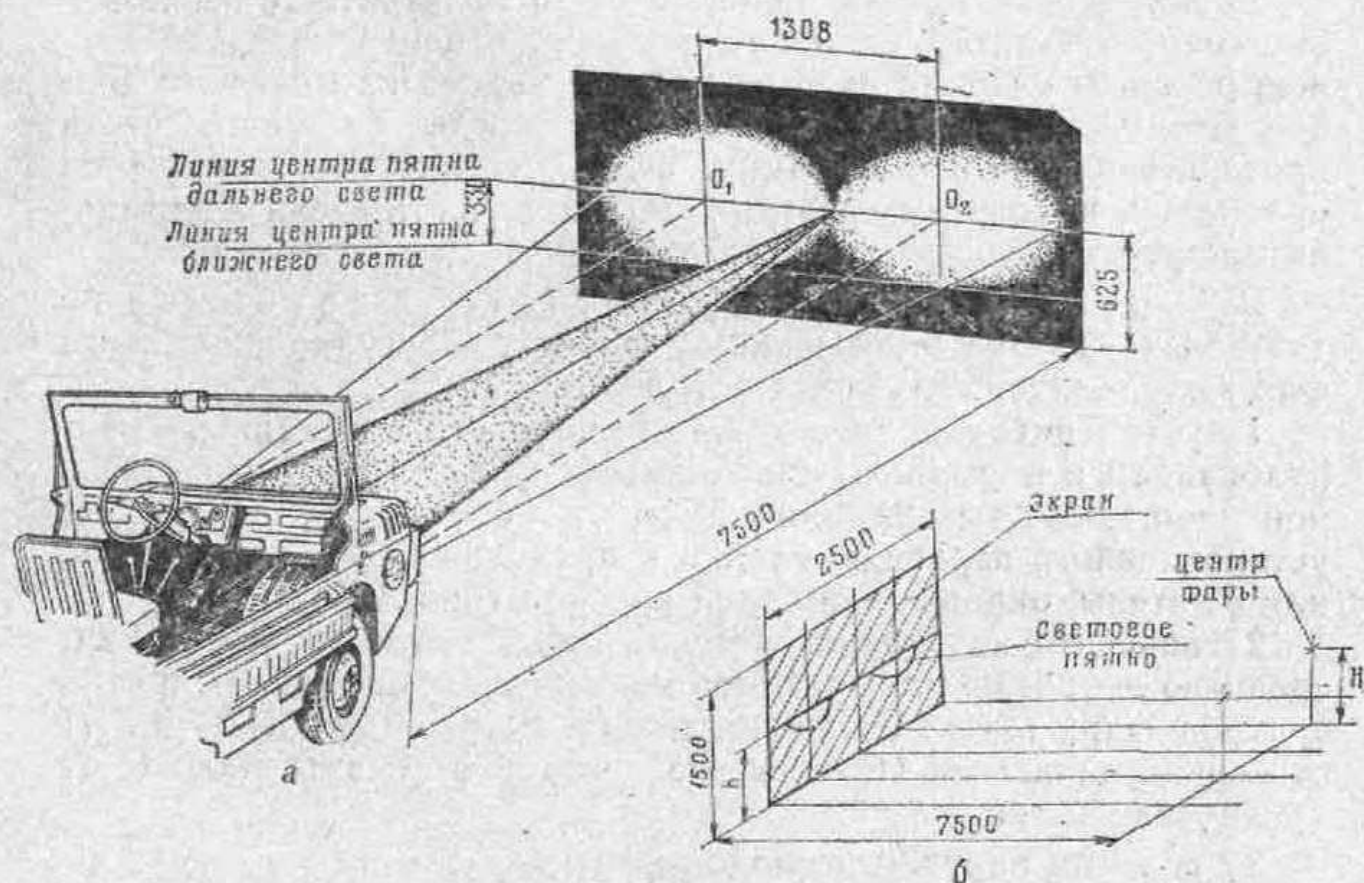

Рис. 103. Регулировка света фар:
2) разметьте экран, как показано на рис. 103, *а*;
5) если световое пятно расположено неправильно по отношению к разметке на щите, снимите декоративный ободок, резиновую прокладку и, вращая регулировочный винт 6 (рис. 103, а), совместите центр светового пятна с центром креста на щите;
1) установите снаряженный автомобиль со специальным оборудованием и нормально накачанными шинами на горизонтальной площадке на расстоянии 7,5 м от линз насадок до экрана, установленного перпендикулярно к продольной оси автомобиля, или от стены, окрашенной белой краской (рис. 103, б);